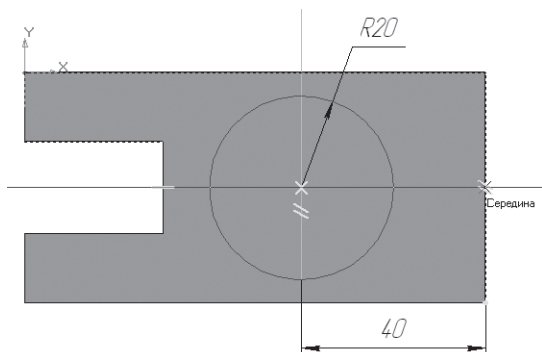

Рис. 304
- с помощью параллельных прямых, горизонтальной прямой и глобальной привязки **Середина** найдите центр цилиндра и постройте окружность радиусом 20 мм (рис. 304);